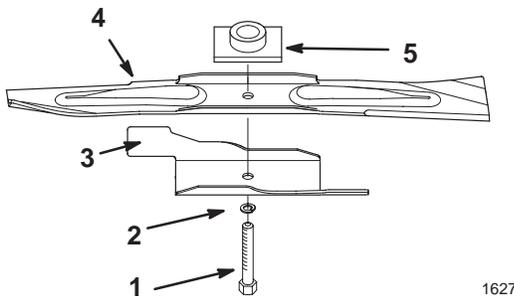

Figure 22
2. Enlevez le boulon de lame, la rondelle-frein, l'accélérateur et la lame (Fig. 22).
1. Installez une lame Toro équilibrée et bien affûtée, un accélérateur, une rondelle-frein et un boulon (Fig. 22).